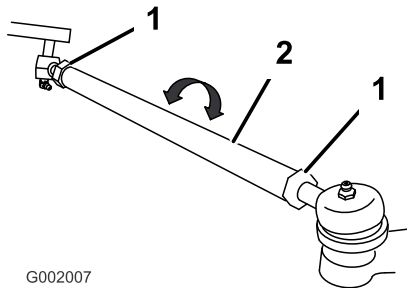

Bild 62
5. Wenn der Wert nicht im angegebenen Bereich liegt, lösen Sie die Klemmmuttern an beiden Ende der Zugstangen (Bild 62).